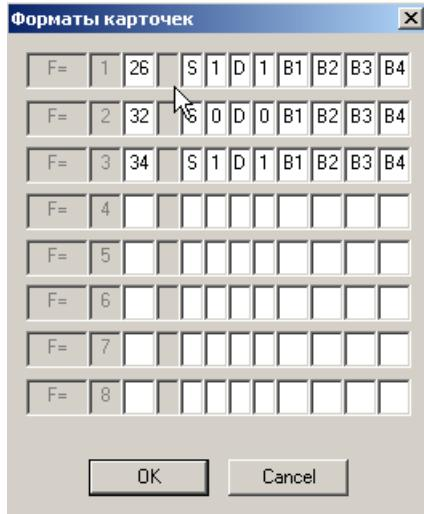

Рис. 3.3—4 Настройка используемых форматов карт доступа типа Wiegand
- 6.12 Если требуется выполнять переключение входов, установить соответствующий флагок и выбрать необходимый тип (см. Рис. 3.3—3, **12**).
7. Нажать кнопку **Форматы карточек** и настроить используемые форматы карт доступа типа Wiegand (Рис. 3.3—4, Таб. 3.3—1). После завершения настройки для сохранения введенных форматов необходимо нажать кнопку **OK**.